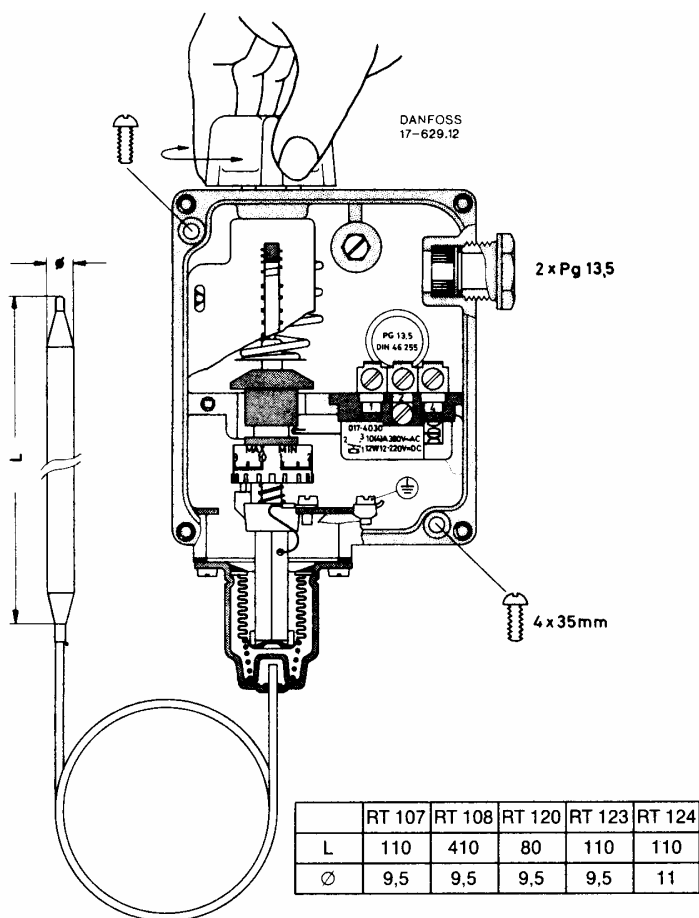

Рис. 5
### 2.5.1 ТЕРМОСТАТ DANFOSS RT 124 (РИС. 5)
- Снять крышку термостата и установить барабан на значении, выбранном для дифференциала (остановка горелки) в соответствии с диаграммой на Рис. 5а. Дифференциал суммируется на значении, зафиксированном в пункте а.
Рис. 5а